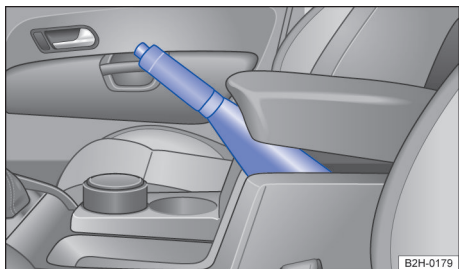

Fig. 114 Entre os bancos dianteiros: freio de estacionamento.
- Puxar a alavanca do freio de estacionamento com firmeza para cima com o botão bloqueador pressionado → Fig. 114.
- Puxar a alavanca do freio de estacionamento um pouco para cima e pressionar o botão bloqueador → Fig. 114.